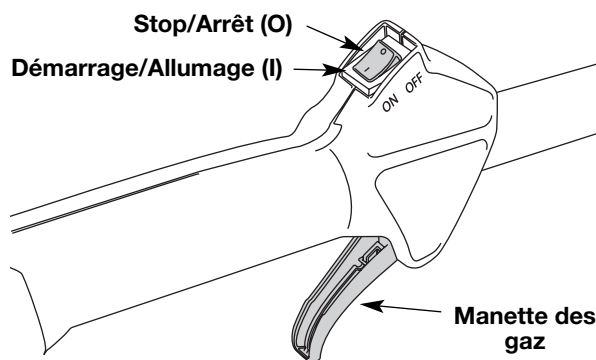

Fig. 9
**REMARQUE :** Il n'est pas nécessaire de faire démarrer la machine. La commande On/Off (Arrêt/Marche) est en position ON (I) en permanence (Fig. 9).